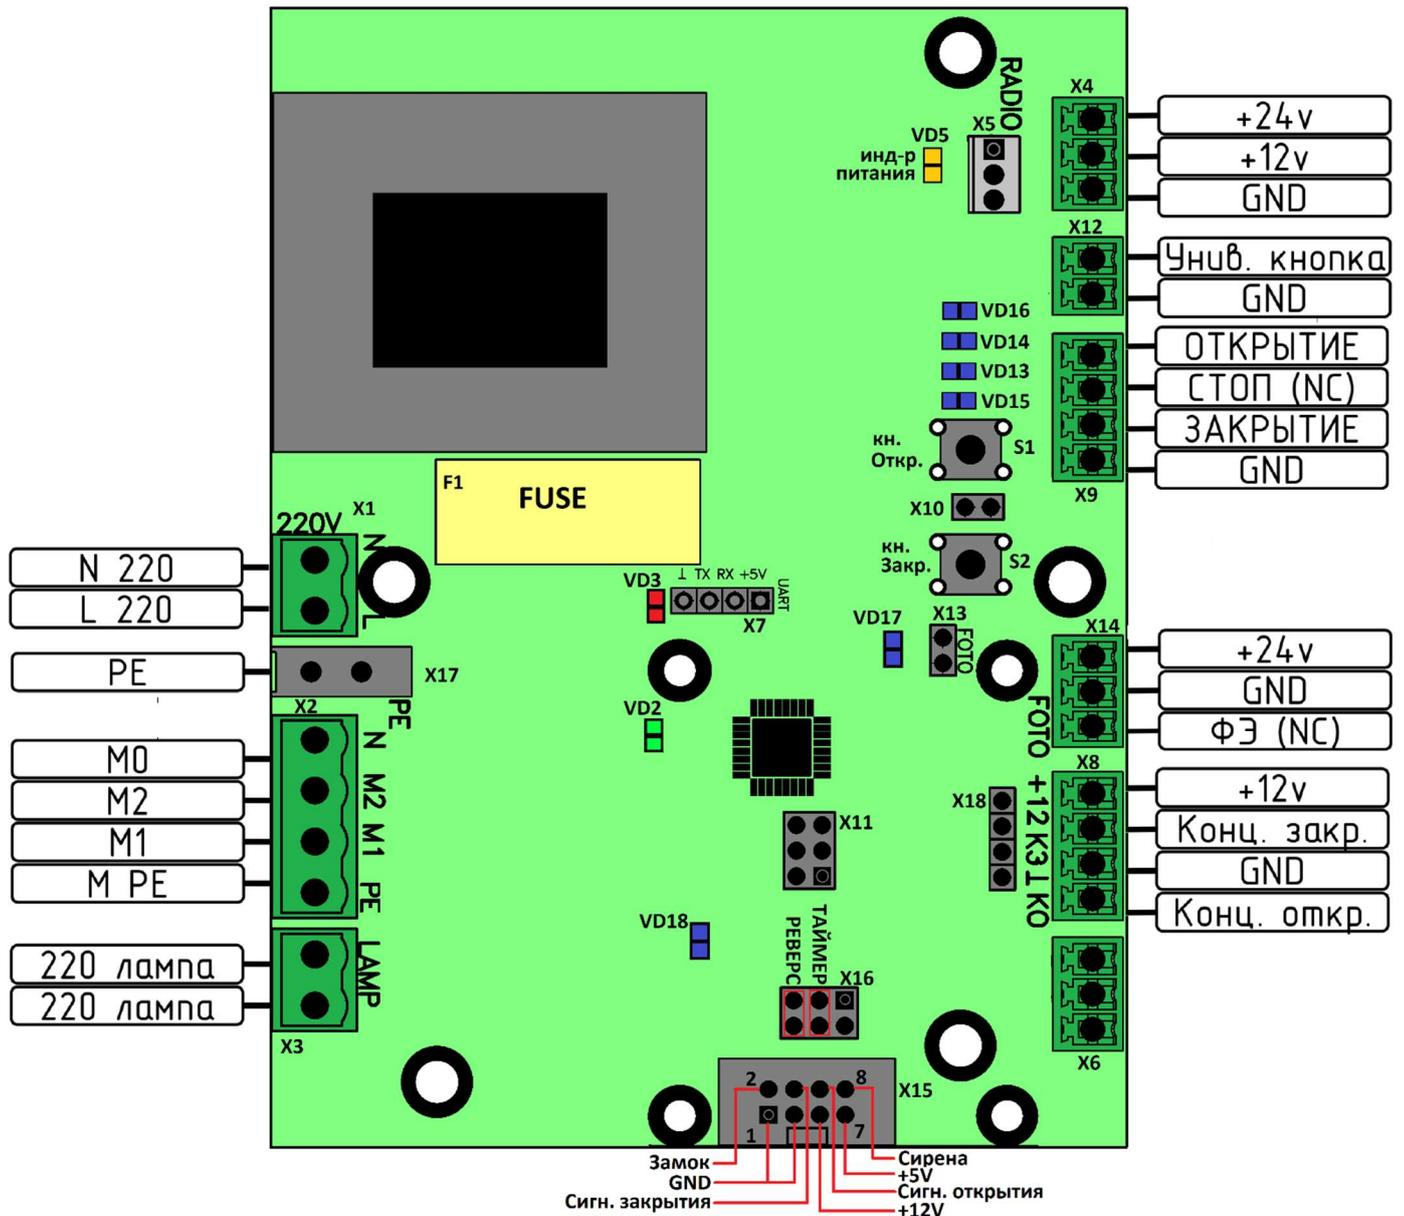

Рисунок 6
Питание шлагбаума однофазное, подключается к разъему X17 (см. Рисунок 6)
Фотоэлементы подключаются к разъему X14 (см. Рисунок 6). Питание фотоэлементов – 24В.
При отсутствии фотоэлементов на переключателе X13 (см. Рисунок 6) должен быть установлен джампер. При отсутствии перемычки шлагбаум не будет закрываться.
Подключается к разъему **X9** (см. Рисунок 6)
3. Блок перейдет в режим настройки задержки таймера. Количеством миганий индикаторов открытия и закрытия (см. Рисунок 6) отобразится текущее время задержки в секундах кратное 5. (3 мигания – 15 секунд)